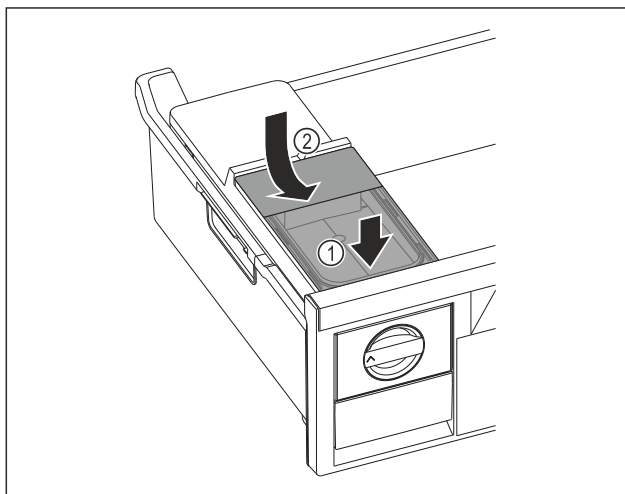

Fig. 111
- Rezervoar za vodo namestite spredaj. Fig. 111 (1)
- Zadaj rezervoar za vodo spustite. Fig. 111 (2)